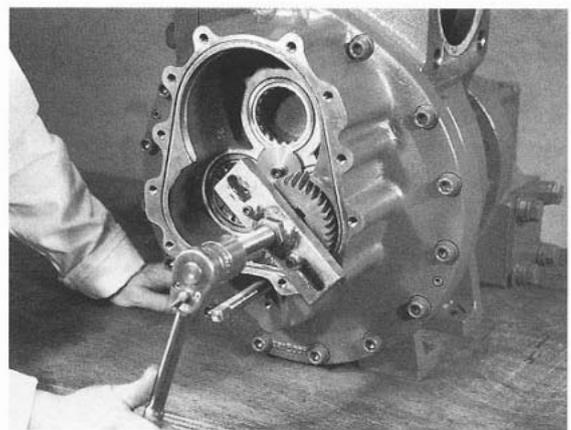

Рис. 23
12. Снимите ведущую шестерню с ротора "папа" с помощью инструмента для извлечения XR12008J. (Рис. 23)